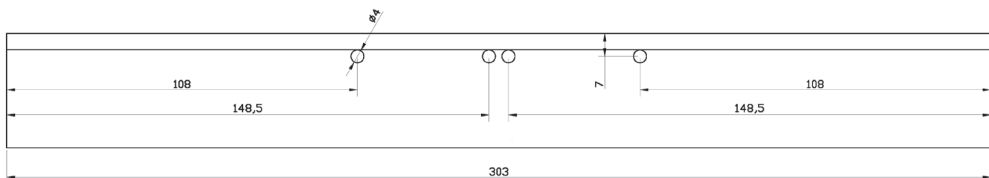

Fig. 3
3) Per una maggiore facilità di lavorazione, è consigliabile realizzarne due alla volta, pertanto: tagliare un segmento di barra ad "L" della lunghezza di mm 303. I 3 mm in eccesso ($150+150+3=303$) tengono conto dello spessore del materiale asportato dalla lama della troncatrice o dal disco abrasivo del flessibile quando separeremo i due chiodi. Lavorazione da eseguirsi sull'ala da 35 mm. Punzonare alle misure indicate e realizzare i fori da 4 mm costituenti i raccordi dei tagli trasversali e longitudinali (Fig.3).